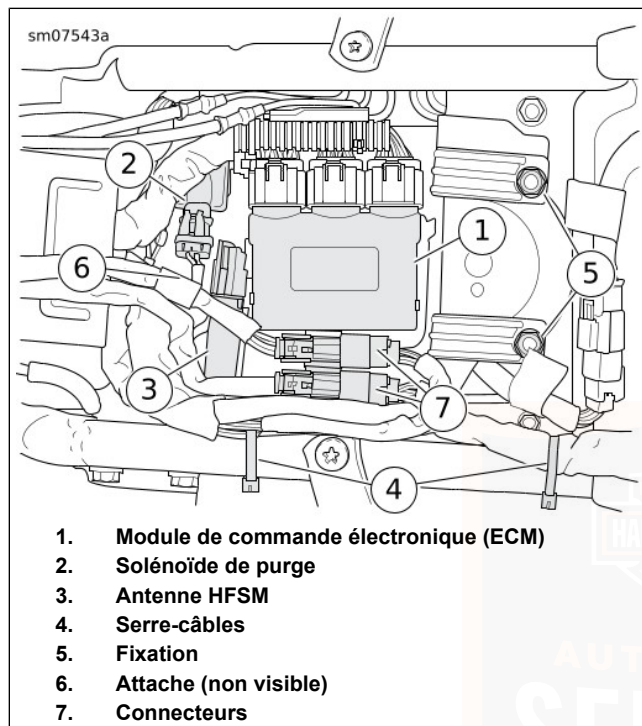

Figure 87. Boîtier supérieur
2. Voir Figure 87. Détacher l'ECM (1) du boîtier supérieur. Le mettre de côté.
3. S'il est présent, déplacer le solénoïde de purge (2) vers l'avant pour le dégager du boîtier supérieur. Dégager l'antenne HFMSM (3) du boîtier supérieur et la mettre de côté.
4. Détacher les connecteurs (7) des ancrages sur le boîtier supérieur.
5. Retirer les fixations (5).
6. Couper les serre-câbles (4). Déplacer les faisceaux pour obtenir plus de dégagement pour le boîtier supérieur.
6. Voir Figure 87. Mettre le boîtier supérieur en place et engager le loquet sur le support de retenue.
7. Attacher le boîtier supérieur à la traverse de cadre avec les vis (5). Serrer à un couple de 8,1–10,9 N·m (72–96 **in-lbs**).
8. S'ils sont présents, engager l'antenne HFSM (3) et le solénoïde de purge (2) sur le boîtier supérieur. Vérifier que tous les autres connecteurs et faisceaux sont acheminés sous la languette de montage du solénoïde de purge.
9. Attacher les connecteurs (7) aux ancrages sur le boîtier supérieur.
10. Verrouiller l'ECM (1) en place sur le boîtier supérieur.
11. Attacher les faisceaux au cadre avec des serre-câbles (4).